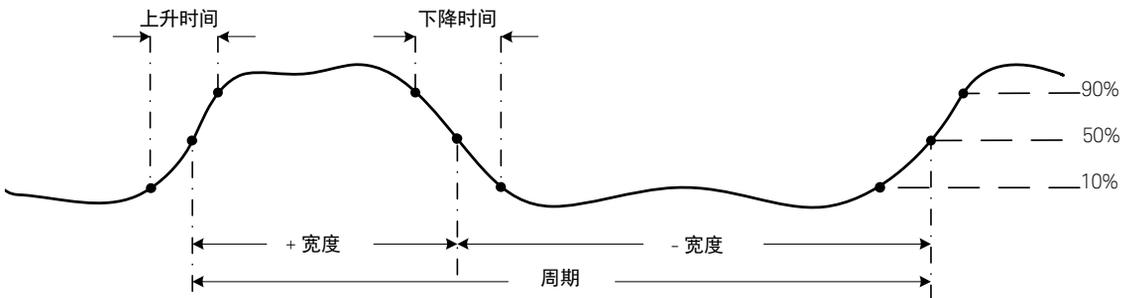

图 2-32 频率、脉冲宽度和占空比测量
- 频率是信号每秒钟完成的周期数。频率的定义是 $1/\text{周期}$ 。周期定义为两个连续同极性沿跨过中间临界值的时间，如图 2-32 所示。
脉冲宽度功能可测量信号处于高低状态的时间量，如图 2-32 所示。这是从上升沿的中间临界值到下一个下降沿的中间临界值的时间。测量得到的波形必须是周期性的；其图案必须在相等的时间间隔内重复。
重复脉冲序列的占空比（或占空因数）是正或负脉冲宽度与周期的比率，以百分比表示，如图 2-32 所示。